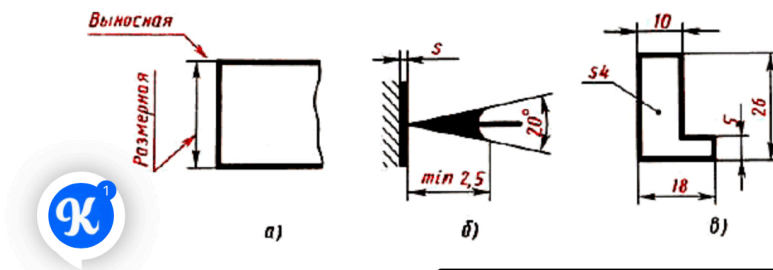
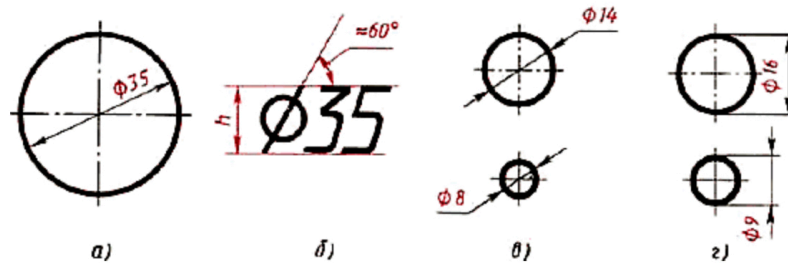

Рис. 29. Нанесение линейных размеров
Рис. 30. Нанесение размера окружностей
1. Размеры на чертежах указывают размерными числами и размерными линиями. Для этого сначала проводят выносные линии перпендикулярно отрезку, размер которого указывают (рис. 29, а). Затем на расстоянии не менее 10 мм от контура детали проводят параллельную ему размерную линию. Размерная линия ограничивается с двух сторон стрелками. Какой должна быть стрелка, показано на рисунке 29, б. Выносные линии выходят за концы стрелок размерной линии на 1...5 мм. Выносные и размерные линии проводят сплошной тонкой линией. Над размерной линией, ближе к ее середине, наносят размерное число.
3. Для обозначения диаметра перед размерным числом наносят специальный знак — кружок, перечеркнутый линией (рис. 30). Если размерное число внутри окружности не помещается, его выносят за пределы окружности, как показано на рисунке 30, в и г. Аналогично поступают при нанесении размера прямолинейного отрезка (см. рис. 29, в).